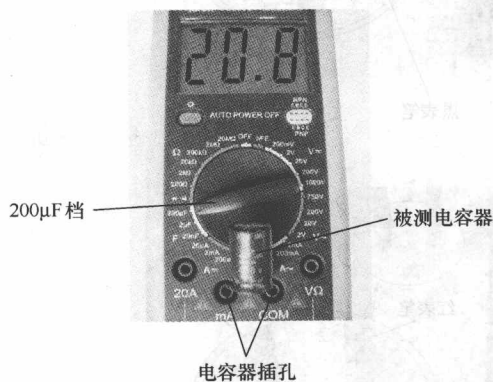

图1-8 电容器容量的检测技巧
④ 测量。检测技巧如图1-8所示,电解电容器的检测应将红表笔接正极,黑表笔接负极,此时显示屏显示的数值即是被测电容器的容量。如选择200μF档,测量电容器容量时显示屏显示数字为“20.8”,则被测电容器容量为20.8μF。